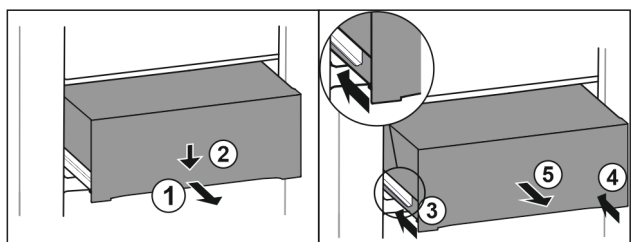

Fig. 125
- ▶ Вытяните выдвижной ящик наполовину. Fig. 125 (1)
- ▶ Вдавите выдвижной ящик в передней части вниз. Fig. 125 (2)
- ▶ Задвиньте левую направляющую прим. на 2 см. Fig. 125 (3)
- ▶ Задвиньте правую направляющую прим. на 2 см. Fig. 125 (4)
- ▶ Извлеките выдвижной ящик движением вперед. Fig. 125 (5)